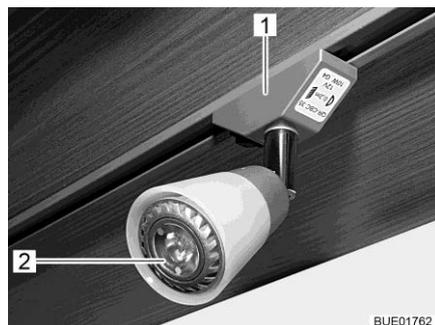

Bild 313 Spotleuchte (verschiebbar)
- Spotleuchte (Bild 313,1) um 90° drehen und aus der Schiene nehmen.
- LED (Bild 313,2) mit einem Saugnapf entnehmen.